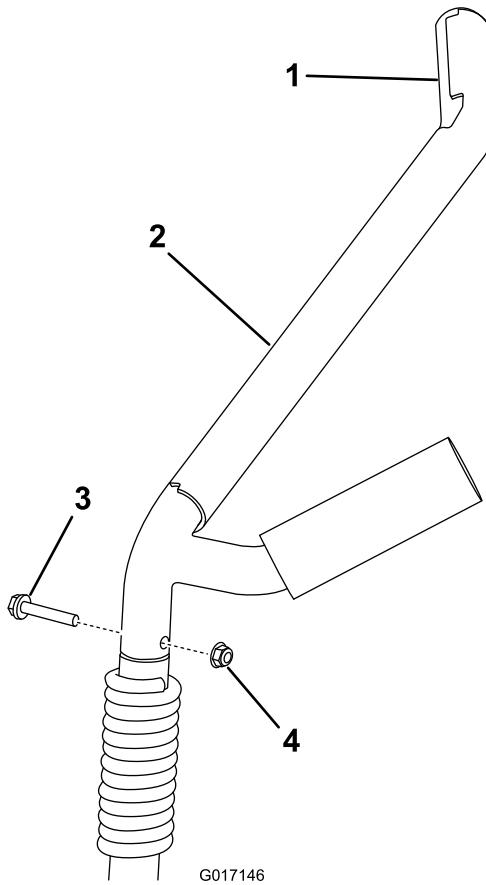

図 7
1. 既存のクレードルアーム2本を取り外すボルトとナットを抜けば取り外せる図7。